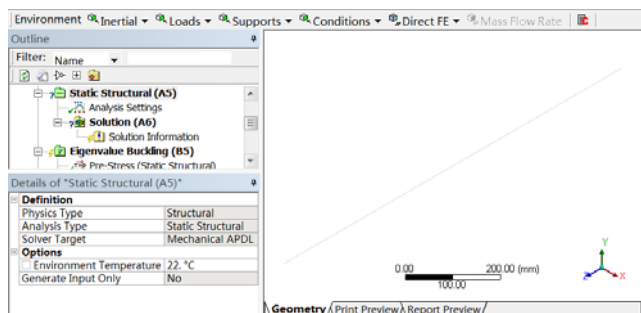

图 9-4 Mechanical 界面
1) 双击主界面项目管理区项目 A 中的 A3 栏“Model”项, 进入 Mechanical 界面, 在该界面下即可进行网格的划分、分析设置、结果查看等操作, 如图 9-4 所示。